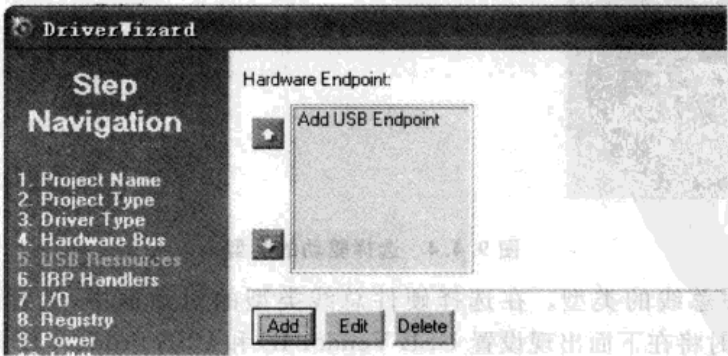
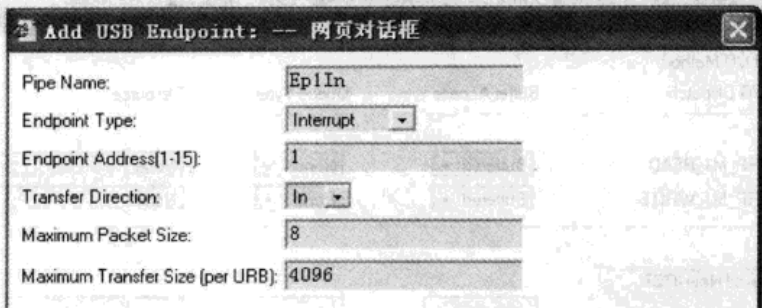
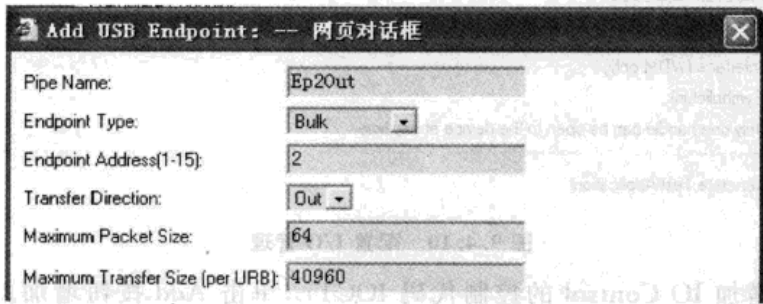

图 9.4.6 设置 USB 资源对话框
图 9.4.7 端点 Ep1In 的设置
图 9.4.8 端点 Ep2Out 的设置
(5) 设置 USB 资源。如图 9.4.6 所示，单击 Add 按钮增加需要的端点。在这里需要增加 4 个端点，管道名 (pipe name) 分别为 Ep1In、Ep1Out、Ep2In 和 Ep2Out。其中 Ep1In 和 Ep1Out 选择为中断传输 (interrupt)，端点地址都为 1，传输方向分别为输入和输出，最大包长为 8 字节，最大传输大小为 4 096 字节。Ep2In 和 Ep2Out 选择为批量传输 (bulk)，端点地址都为 2，传输方向分别为输入和输出，最大包长为 64 字节，最大传输大小为 40 960 字节。这里仅给出 Ep1In 和 Ep2Out 的设置图，如图 9.4.7 和图 9.4.8 所示。另外两个读者自己填写。4 个端点都设置好后，单击 Next 按钮。